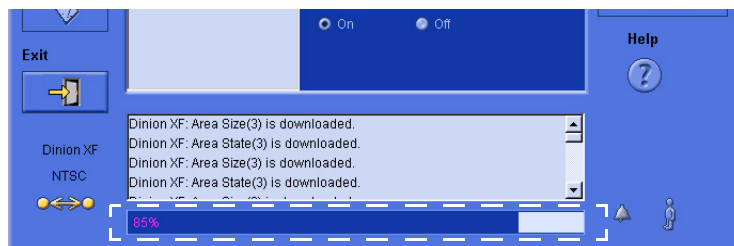

Figura 5.3 Indicatore della barra di avanzamento
6. Fare clic su **Yes** (Sì) per iniziare a caricare o scaricare le impostazioni. Poiché questa operazione può richiedere molto tempo, in base al numero di modifiche apportate alla configurazione, viene visualizzata una barra di avanzamento sulla parte inferiore della finestra per indicare lo stato di avanzamento dell'operazione (vedere la Figura 5.3).
4. Fare clic su **Yes** (Sì) per caricare le impostazioni. A seconda del numero di modifiche apportate alla configurazione, viene visualizzata una barra di avanzamento sulla parte inferiore della finestra per indicare lo stato di avanzamento dell'operazione (vedere la *Figura 5.3*).